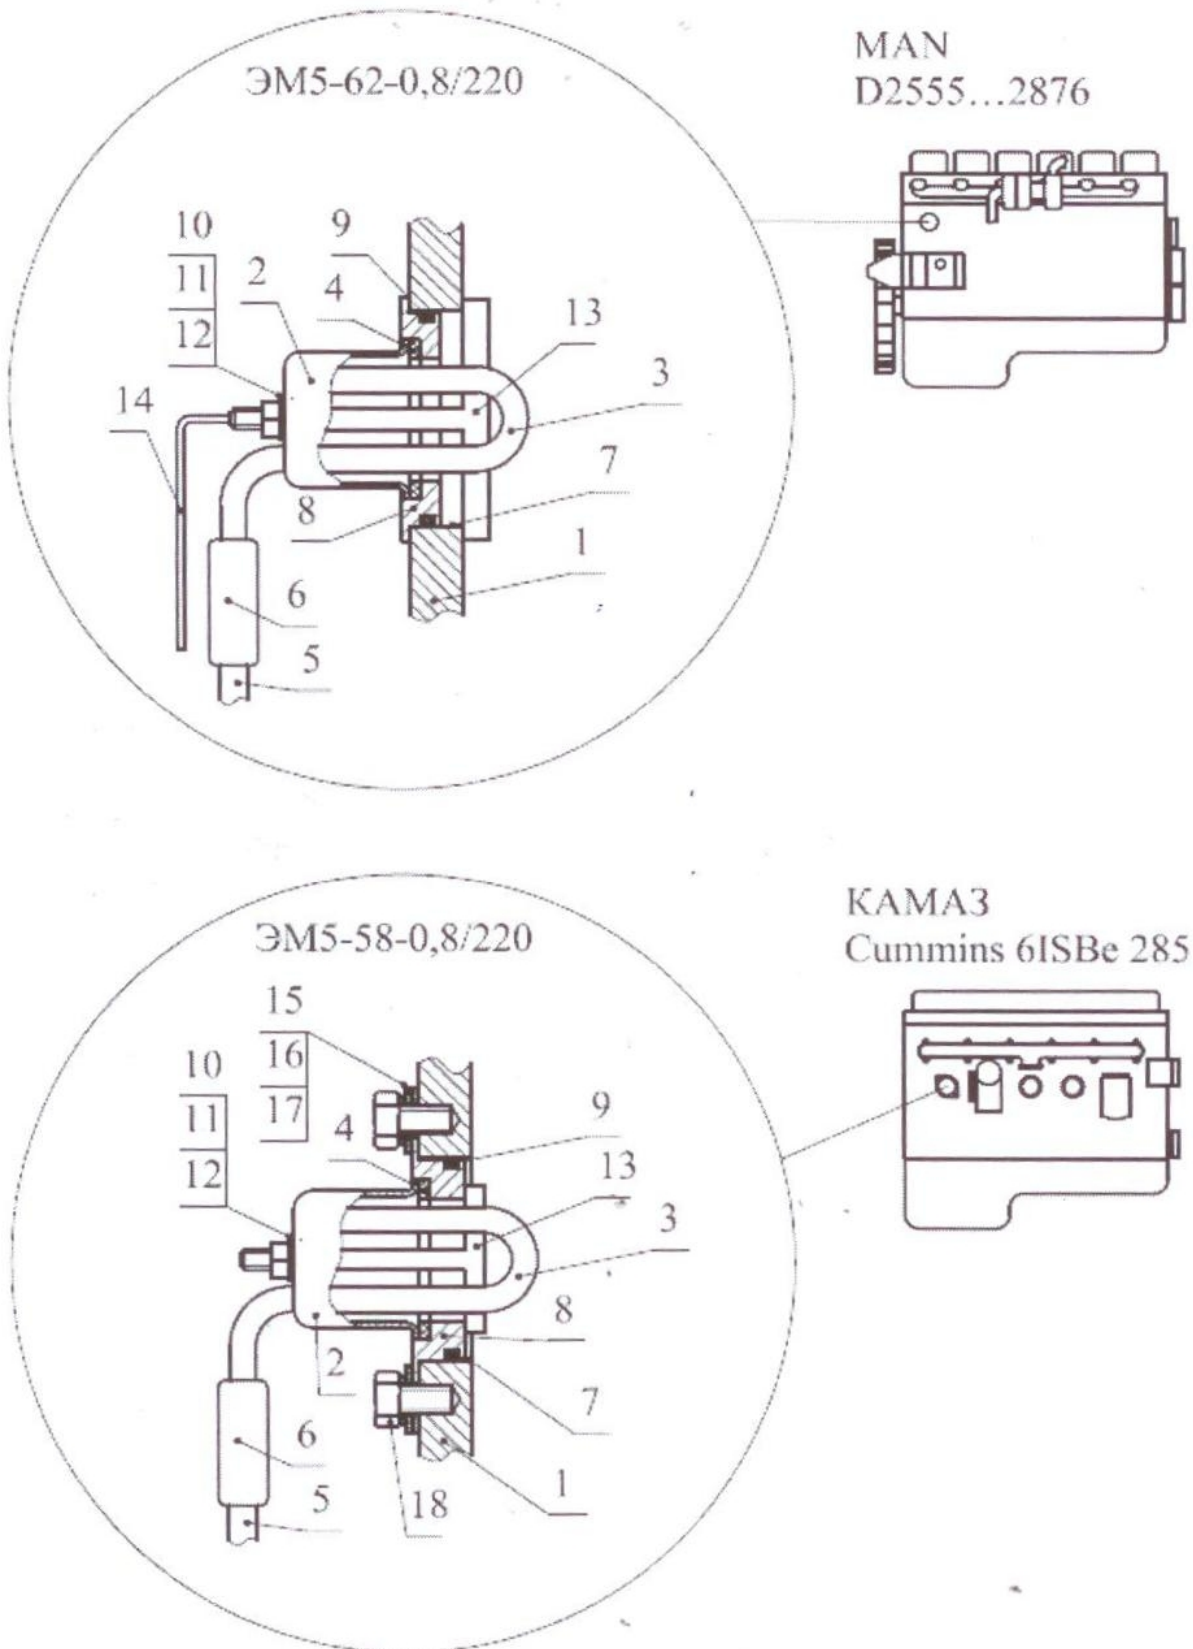

Рис. 4.1
5.1 Найдите нужную заглушку в блоке цилиндров (см. рис.4.1). Для справки: размер отверстия поз заглушку для блока двигателя Cummins 6ISBe 285 – Ø58 мм; для D2555...2876 – 62 мм.
5.5.2 Собрать подогреватель с переходным фланцем, закрепив его при помощи прижима, затягивая гайку 12 (см. рис. 4.1) с усилием, достаточным для обжатия уплотнений (момент затяжки $4\div 5\text{Н}\cdot\text{м}$).
5.5.4 Собрать на болтах шайбы (см. рис. 4.1), завернуть болты в штатные отверстия в стенке блока цилиндров, прижав переходной фланец.